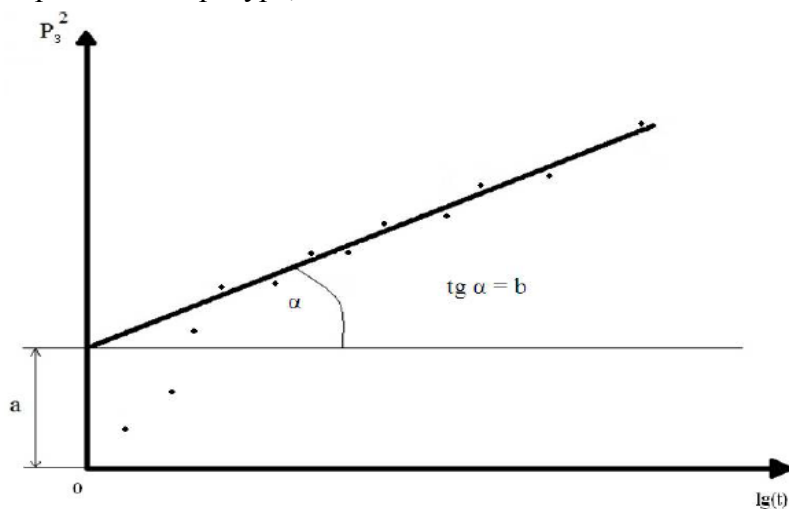

Рисунок 5.1 – Пример обработки кривой восстановления давления
2. По рассчитанным значениям отметить точки на графике в координатах  $P_{заб}^2$  и  $\lg(t)$ . (рис. 5.1) и провести линию тренда до пересечения с осью. Точки, которые не ложатся на прямую линию – не нужно учитывать при построении графика.